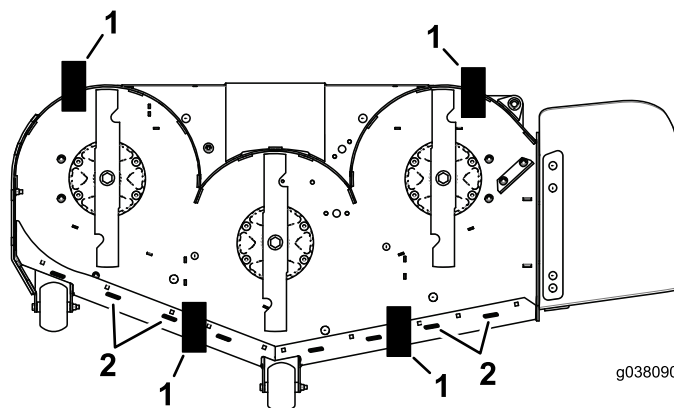

Figura 89
11. Amplasați 2 blocuri (consultați tabelul privind înălțimea blocului i cuitul pentru tuns) sub marginea din spate a punii de tăiere, câte unul pe fiecare parte a punii de tăiere (Figura 89).